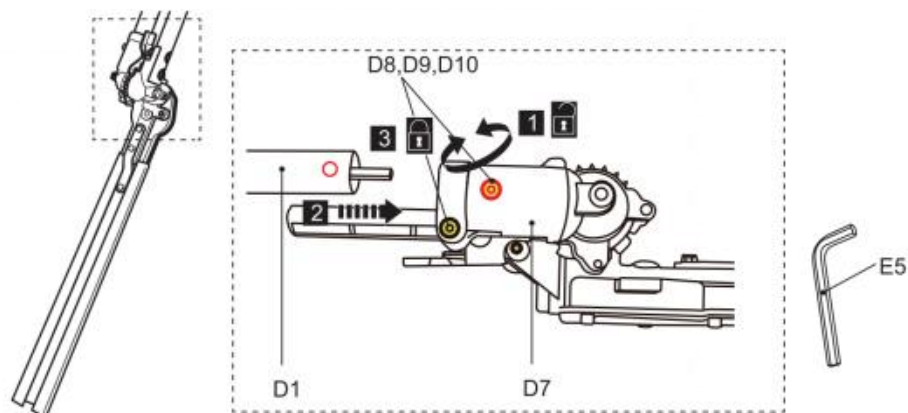

Fig. 20
1) Allentare i bulloni (D8) utilizzando l'attrezzo (E5) fino a quando il palo inferiore (D1) non può essere inserito nel supporto (D7) (Fig. 20, passaggio 1). Non rimuovere i bulloni (D8), le rondelle elastiche (D9) e le rondelle (D10) dal supporto (D7).
Utilizzare la freccia di riferimento per facilitare l'allineamento. (Fig. 20, passaggio 2).
3) Serrare i bulloni (D8) per fissare il palo inferiore in posizione (Fig. 20, passaggio 3).